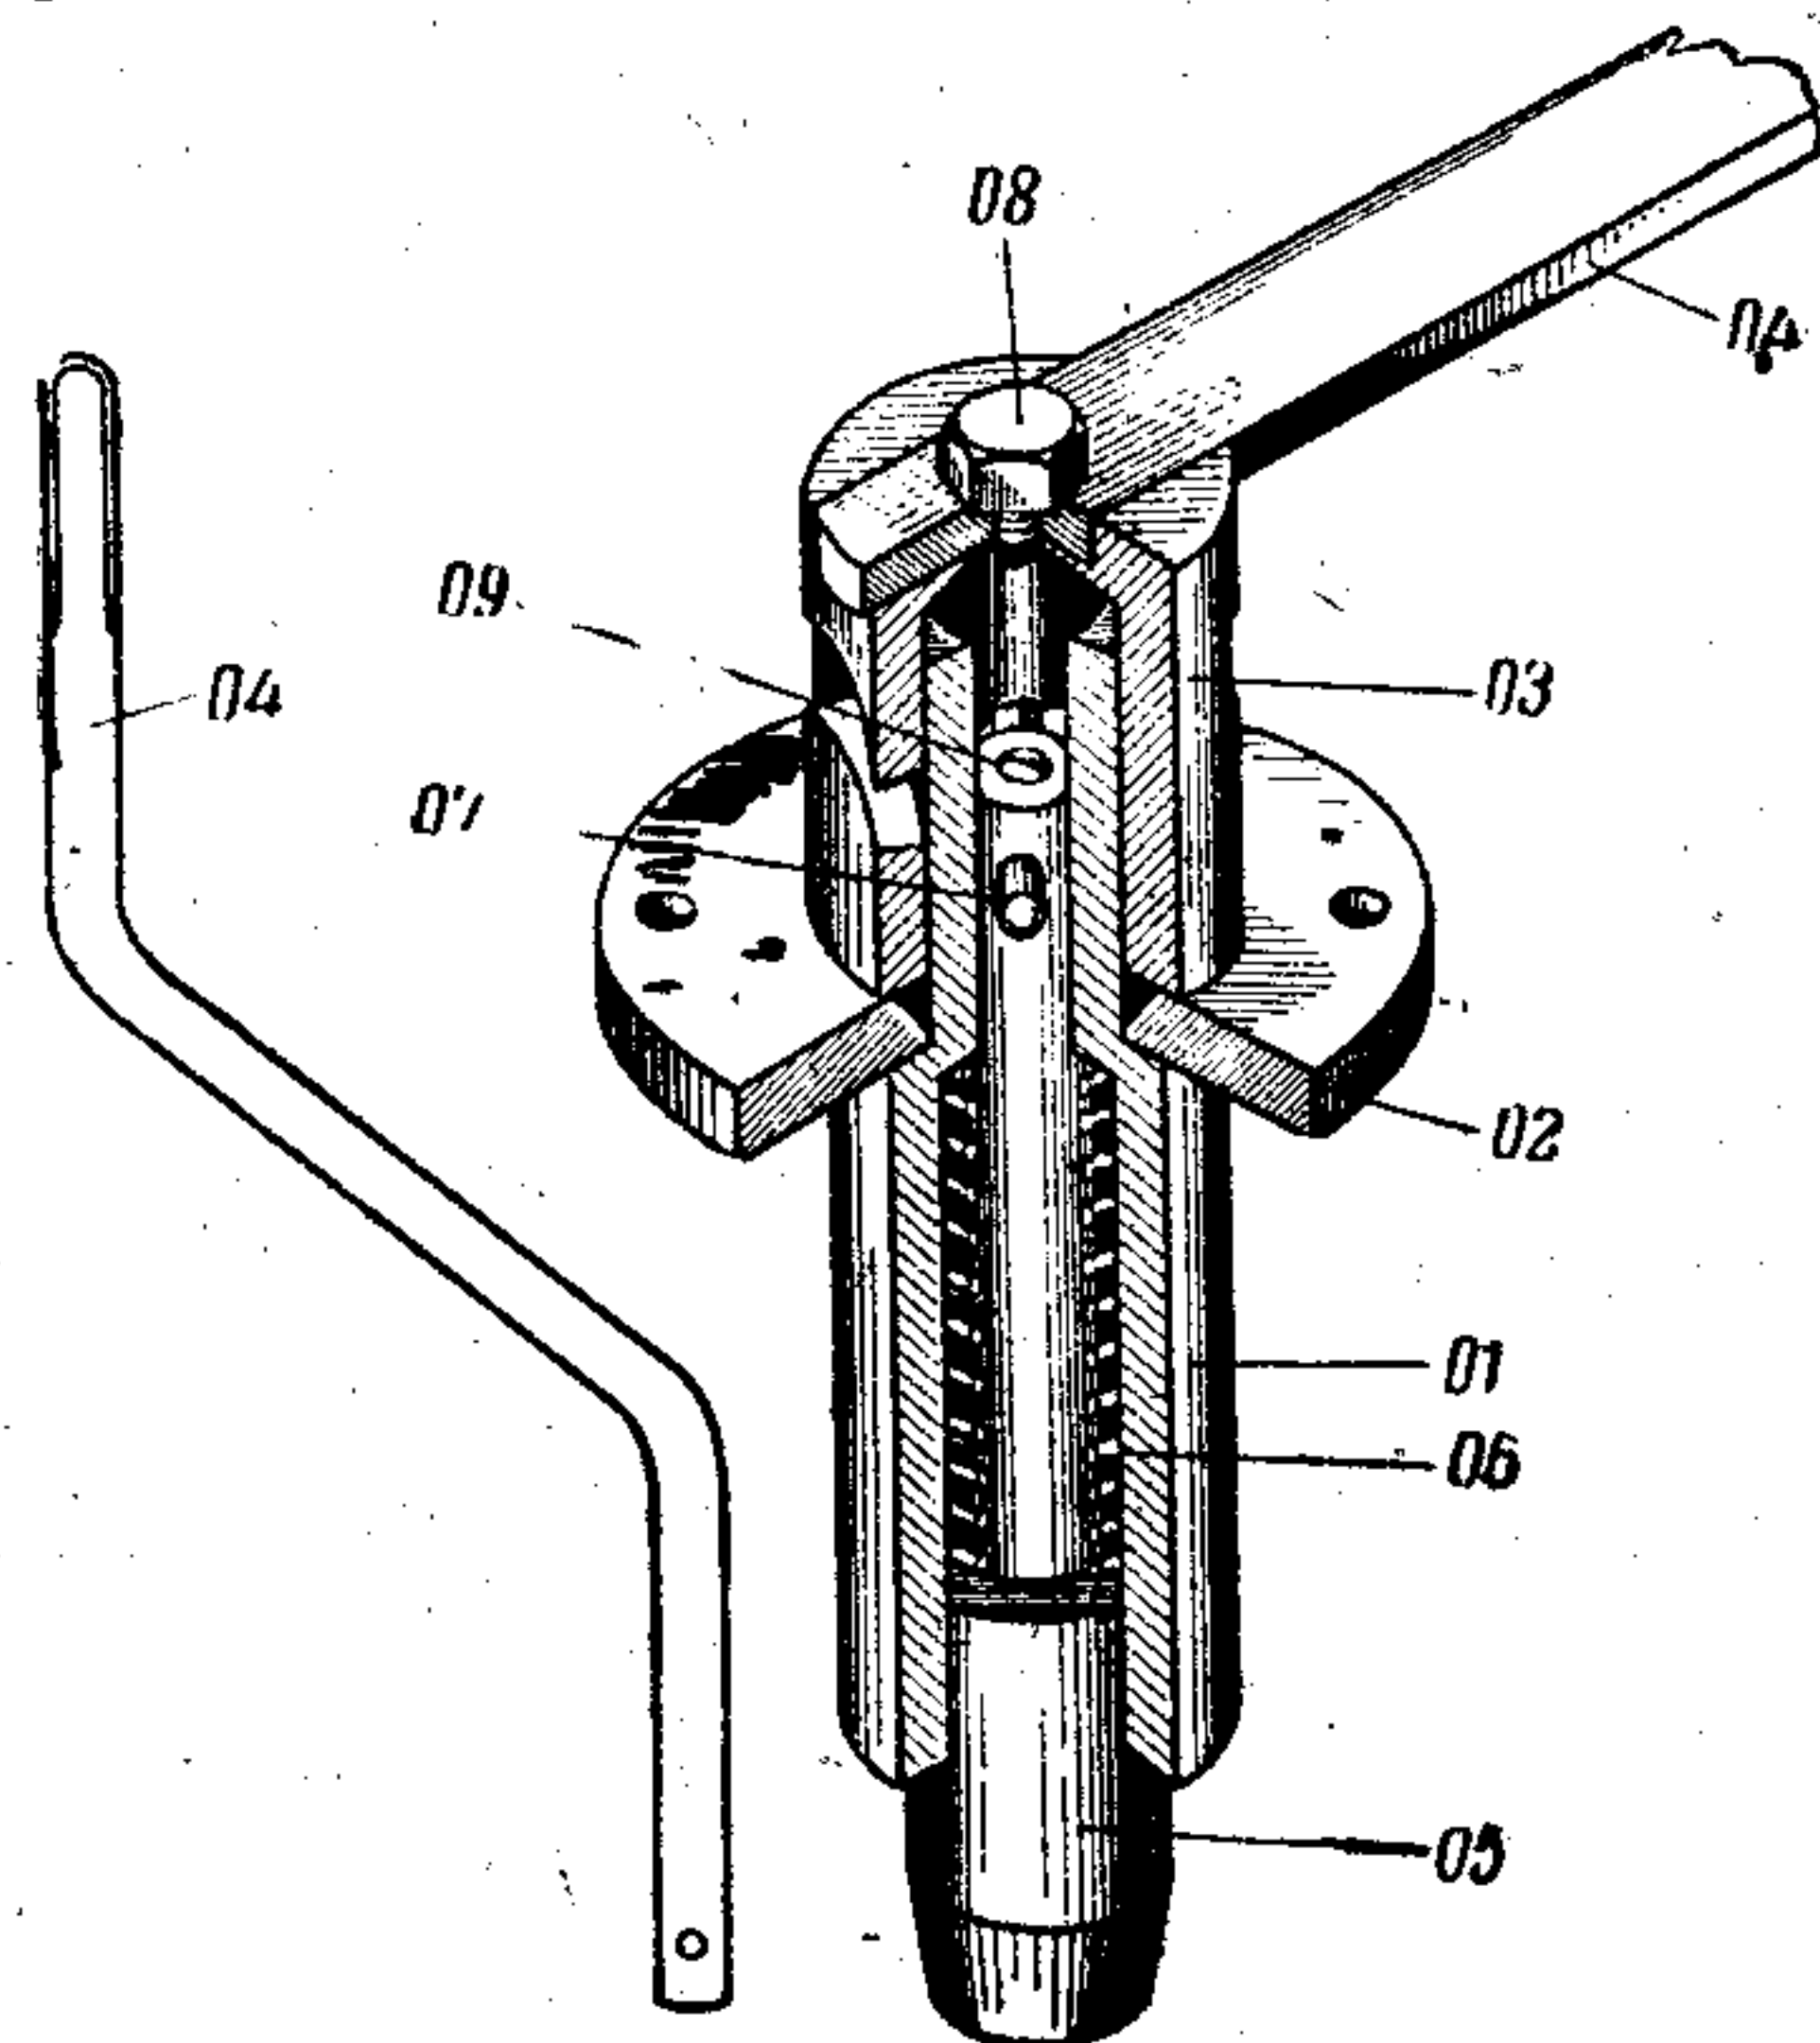

Рис. 10. Стопор поворотной рамы:
К косынкам 14 и 15 привёртывается болтами стопор крепления поворотной рамы по-походному (рис. 10).
- отвернуть пробку 08 (рис. 10);